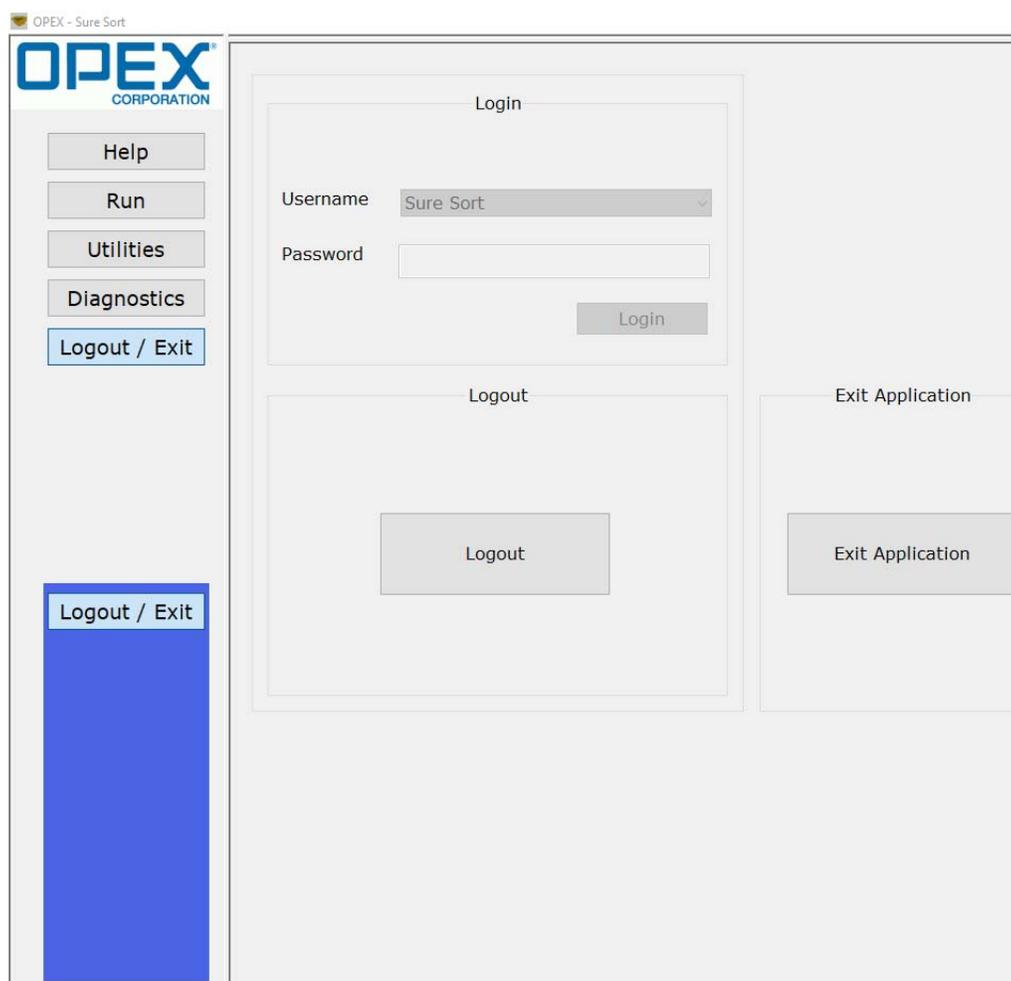

Figura 4-43: Janela de Interface do Software de Hospedagem
3. A janela da Interface do Software de Hospedagem é exibida (consulte Figura 4-43 na página 157).